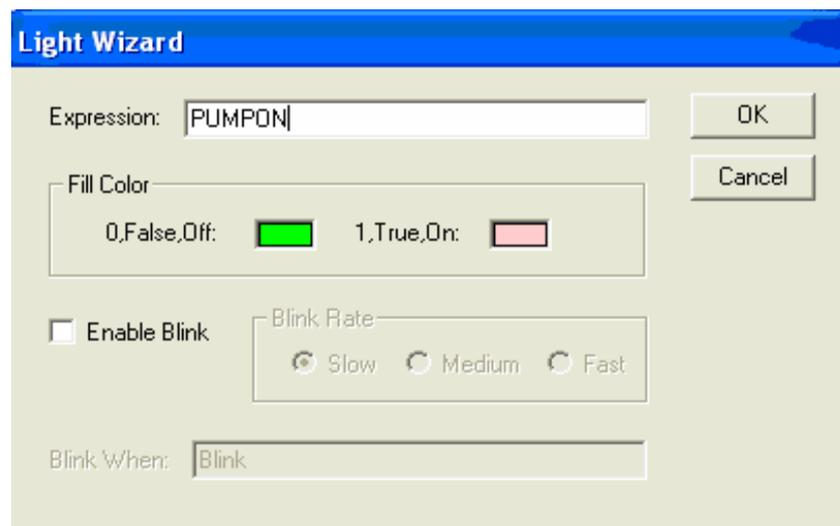

Figura 4.62. Programación Luz ENCEN
- **ENCEN:** Para la luz se tiene el Tagname indirecto PUMPON tiene lógica invertida en colores como se muestra en la figura 4.62.